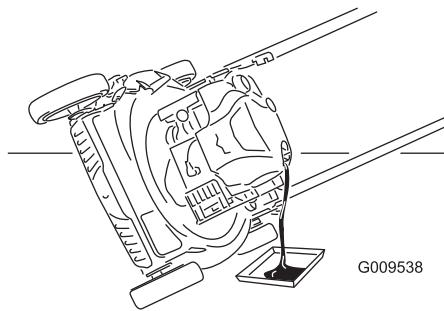

Figure 23
- Basculez la machine sur le côté, tube de remplissage en bas, pour vidanger l'huile usagée dans le bac de vidange par le tube de remplissage (Figure 23).